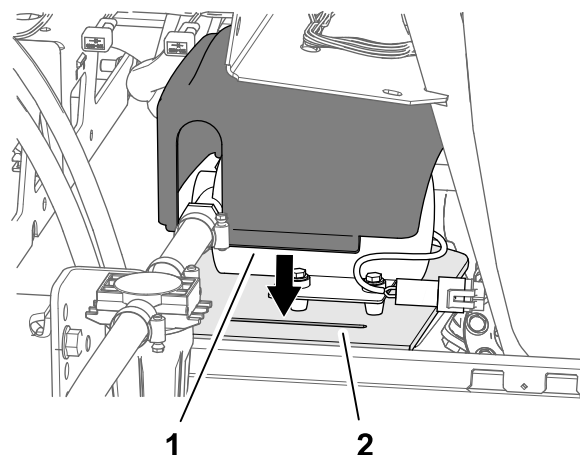

Figura 32
- Inserite le 2 alette del coperchio nelle 2 scanalature nella piastra a sella del telaio del serbatoio (Figura 32).
- Allineate il coperchio della pompa sulla pompa del serbatoio di lavaggio, come illustrato nella Figura 32.